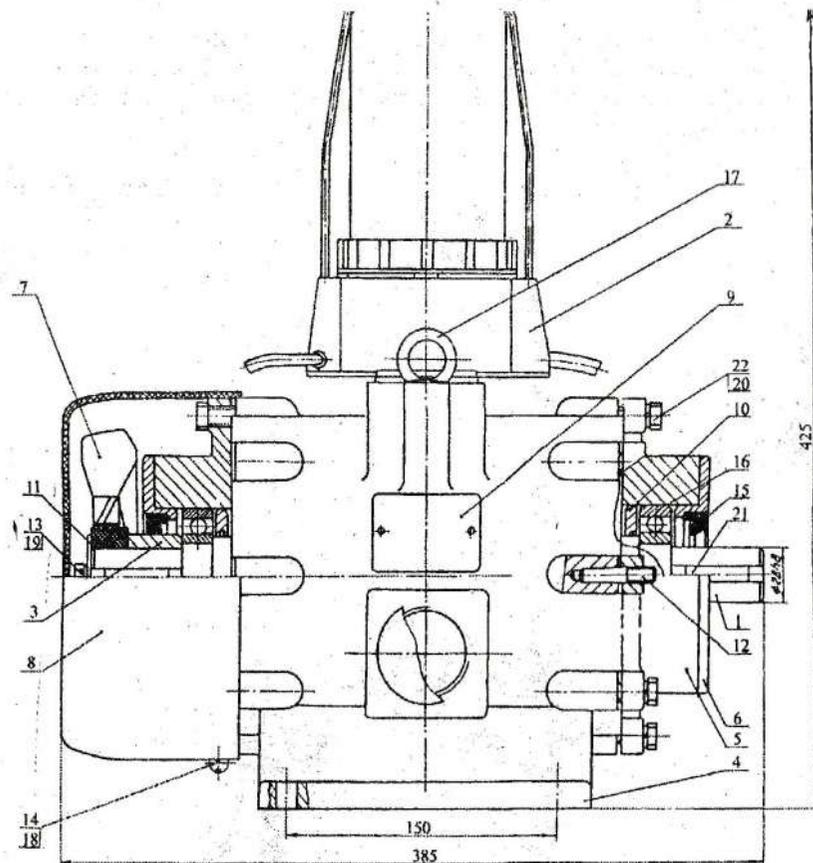

Рис. 1. Насос вакуумный УВД 20.000
4.1. Конструкция насоса показана на рис. 1. Внутри цилиндрического корпуса 4 вращается ротор 1. Ротор имеет четыре паза, в которых свободно перемещаются текстолитовые лопатки. При вращении ротора лопатки периодически погружаются в пазы или выходят из них, изменяя при этом объём между двумя смежными лопатками. Этот объём (считая от наименьшего зазора между корпусом и ротором) за один оборот при всасывании увеличивается, создавая разрежение между лопатками, а затем перед выпуском уменьшается, и воздух под давлением выпускается в атмосферу.